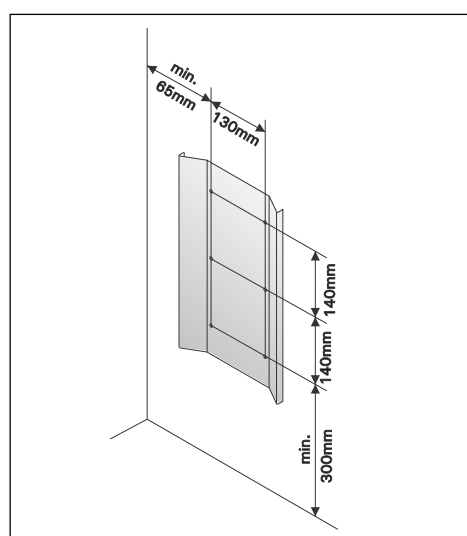

Figura 6. Ubicazione della cremagliera della stufa
1. Fissare alla parete la struttura a cremagliera utilizzando le viti fornite in dotazione e rispettare le distanze minime di sicurezza indicate nella figura 6. Il fissaggio della struttura a cremagliera è illustrato nella figura 6.